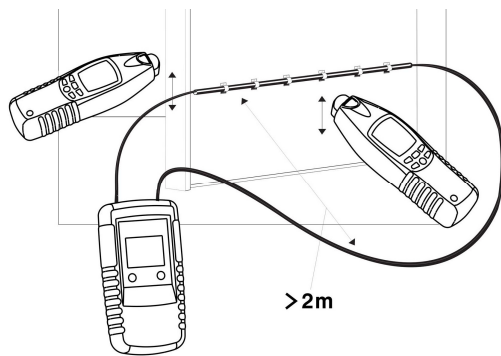

figure 15
- Connectez l'émetteur comme illustré sur la figure 15.